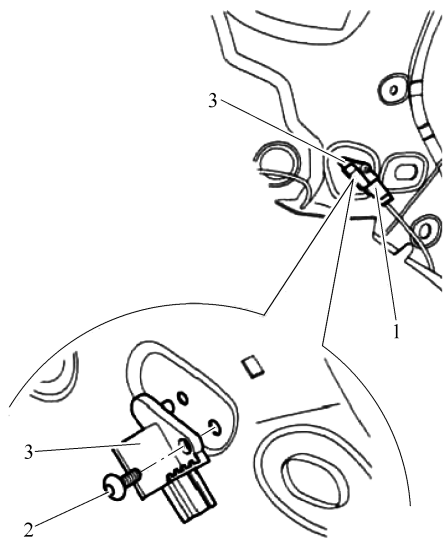

图 12-18 驾驶人侧后部侧面安全气囊碰撞
- ① 断开车辆蓄电池连接。
- ② 将左后座椅推至最前端。
③ 拆卸后部轮罩饰板：
- ④ 拨动插头锁扣并将插头 1 从碰撞传感器 3 上拔出，并拧下螺栓 2(拧紧力矩为 $6\text{N} \cdot \text{m}$)，如图 12-18 所示。
- ① 安装顺序与拆卸顺序相反。
- ② 打开点火开关。
- ③ 重新连接车辆蓄电池连接。